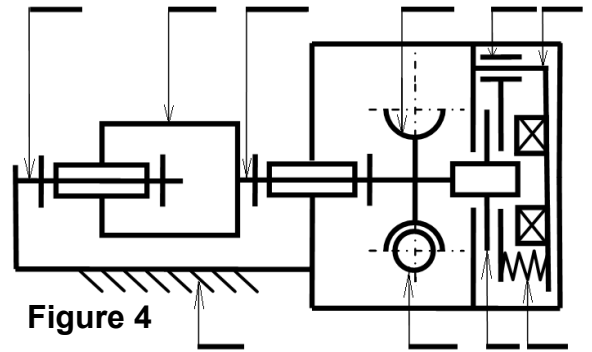

Figure 4
b.1- La figure 4 représente le schéma cinématique du mécanisme d'entraînement du tapis roulant. En se référant au dessin d'ensemble du mécanisme d'entraînement du tapis **Figure 2**.